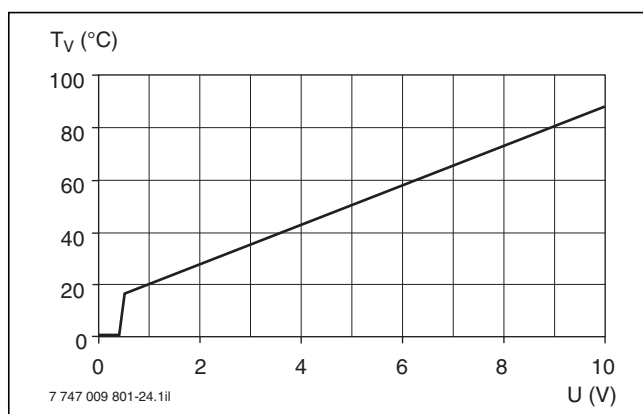

Bild 30 Kennlinie Störmeldemodul EM10 (Sollwerte)
- Über das 0 ... 10-V-Gleichspannungssignal wird dem Gas-Brennwertgerät eine Vorlauftemperatur oder eine Leistung vorgegeben (Diagramm → Bild 30).